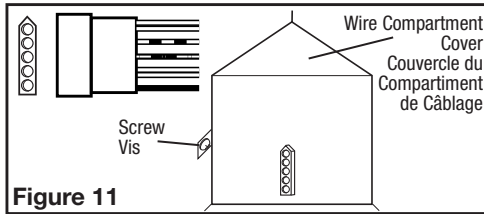

Figure 11
- Plug the fan's quick connect motor cord into the receptacle. This cord will only fit one way into the receptacle (Figure 11).
- Brancher le cordon à raccordement rapide dans le réceptacle. Ce cordon ne s'ajuste que d'une seule façon dans le réceptacle (Figure 11).
- Installer la grille en pressant ensemble les deux extrémités des ressorts et en les installant dans les fentes du châssis du ventilateur. Pousser la grille en position (Figure 11).